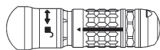

Abbildung 6
3. Das Handstück fest in einer Hand halten und mit der anderen Hand die Ausrückmuffe des Aufsatzes drücken und drehen, bis der Pfeil auf das Entriegelt-Symbol ausgerichtet ist (Abbildung 6).
5. Das Handstück fest in einer Hand halten und mit der anderen Hand die Ausrückmuffe des Aufsatzes drücken und drehen, bis der Pfeil auf das Entriegelt-Symbol ausgerichtet ist (Abbildung 6).